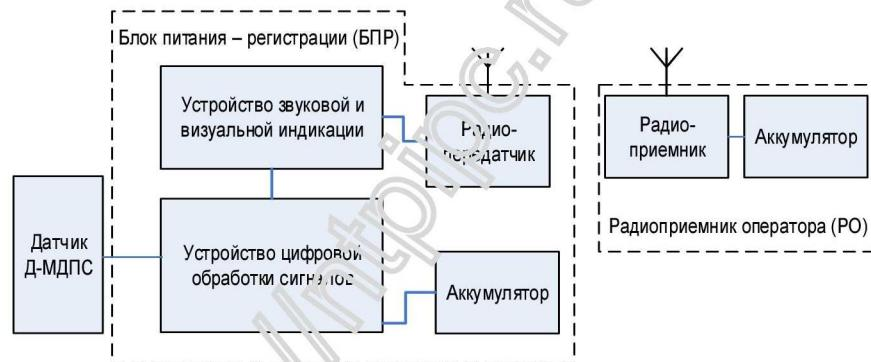

Рис. 23. Функциональная схема переносного сигнализатора «Репер-3В» исполнение «МДПС-3Р».
3.4.1 Сигнализатор «Репер-3В» исполнения «МДПС-3Р» представляет собой устройство, регистрирующее перемещение ферромагнитных объектов (стальных предметов, конструкций и т.п.) магнитометрическим методом. Функциональная схема приведена на Рис. 23.